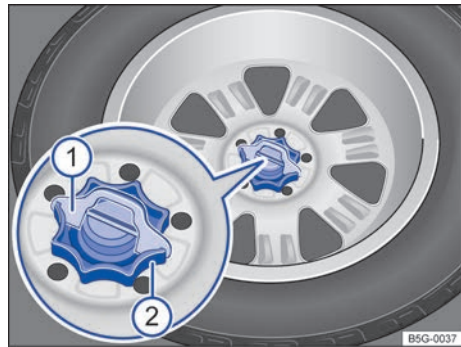

Fig. 273 En el maletero: ruedecilla para fijación de la rueda de repuesto.
- Dado el caso, extraiga la cuña del seguro anti-giro → fig. 273 ① hacia arriba.
- Desenrosque por completo la ruedecilla central que sujeta la rueda de repuesto → fig. 273 ②, en el sentido contrario al de las agujas del reloj, y extraiga la rueda de repuesto.
- Enrosque la ruedecilla → fig. 273 ② en el perno roscado en el sentido de las agujas del reloj hasta que la rueda cambiada quede bien fijada.
- Dado el caso, encaje la cuña del seguro anti-giro → fig. 273 ① en la ranura del perno roscado de modo que la ruedecilla ya no se pueda girar más.